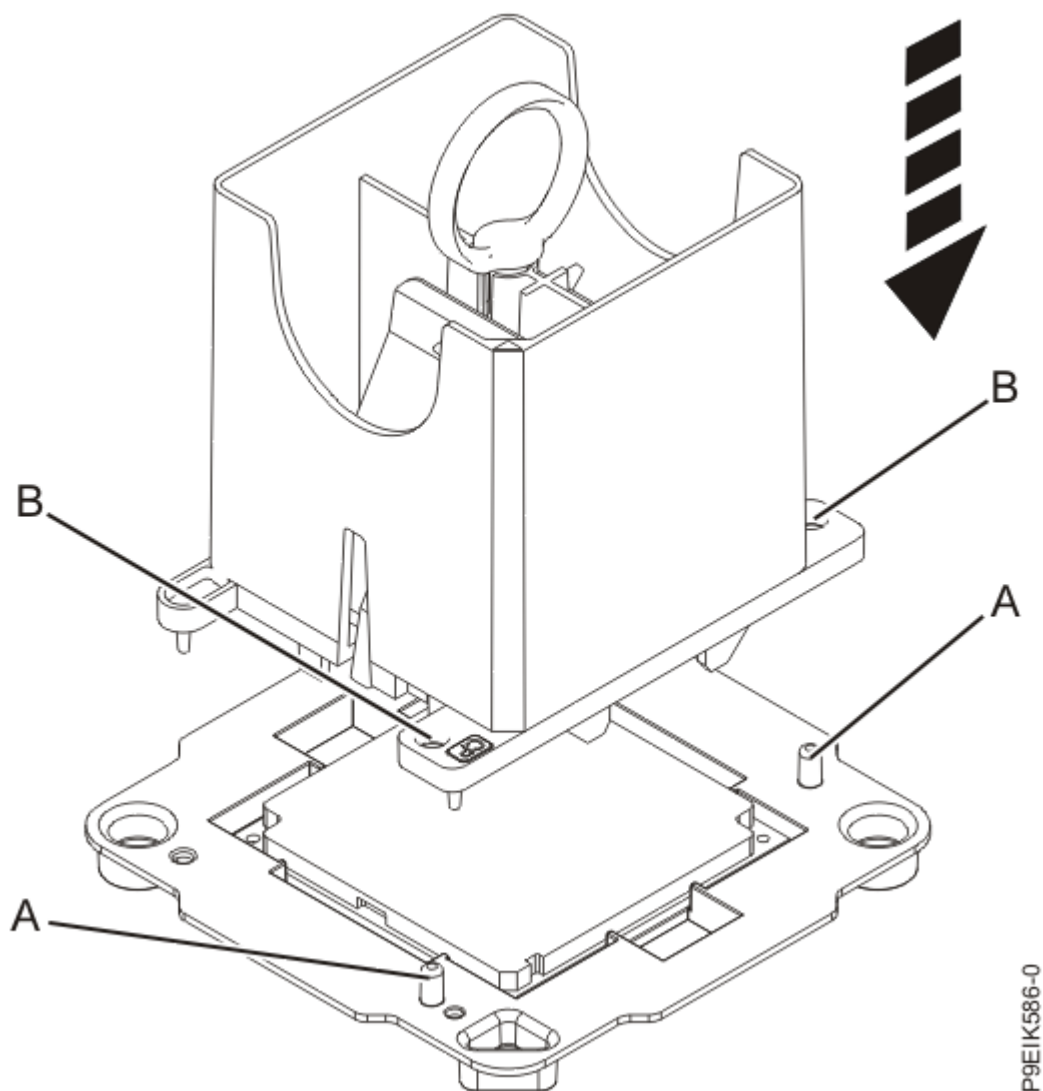

図 14. 取り外しツールをシステム・プロセッサ・モジュールの上に下ろす
- b) システム・プロセッサ・モジュール上にツールを下ろします (17 ページの図 14 を参照)。ツールの斜めになっている端がシステム・プロセッサ・モジュールの斜めになっている端に位置合わせされていることを確認します。2つのガイド・ピン (A) をツールの両側にある位置合わせ穴 (B) に差し込みます。